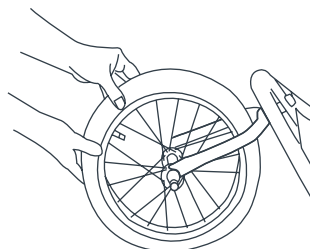

Fig. 2
2) • Faites glisser la roue avant sur les fourches avant (Fig. 2).